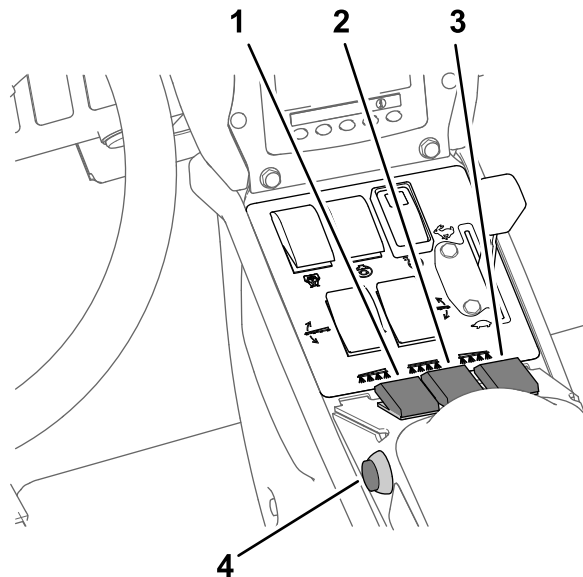

图 30
7. 将打药机喷洒臂段开关设定至开启位置 **图 30**。
10. 以所需速度行驶然后将主喷洒臂段开关设定至开启位置开始喷洒图 30。
3. 将主喷洒臂开关设定至关闭位置请参阅 以喷洒率模式喷洒 (页码 27) 中的图 30。
7. 需要时将单个喷洒臂段开关设定至开启位置请参阅 以喷洒率模式喷洒 (页码 27) 中的图 30。
9. 以所需速度行驶然后将主喷洒臂段开关设定至开启位置开始喷洒请参阅 以喷洒率模式喷洒 (页码 27) 中的图 30。